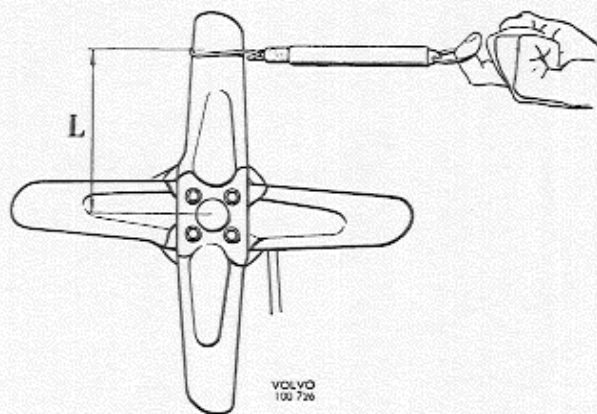

Abb. 15 Kontrolle der Riemenspannung
2. Schraube zwischen Spanneisen und Lichtmaschine einbauen und Riemenspannung nachstellen. Der Lüfterriemen ist so zu spannen, daß die Riemenscheibe bei einer Zugkraft von 8,0—11,0 kp, die 150 mm vom Nabenzentrum am Lüfter angebracht wird, zu gleiten beginnt. In Drehrichtung des Motors ziehen und eine Federwaage verwenden, siehe Abb. 15.